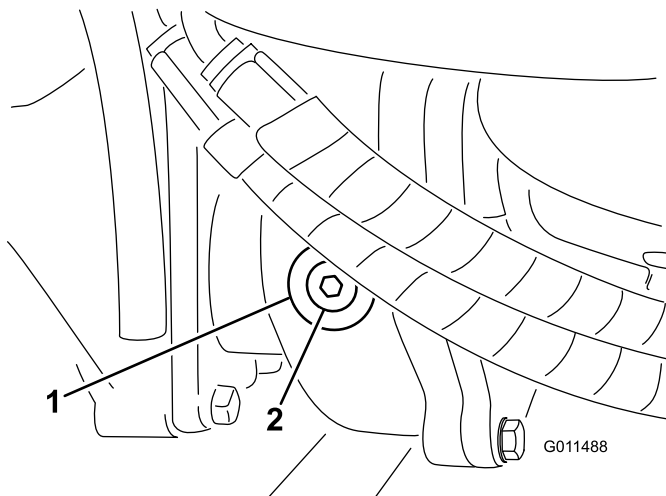

Figura 16
2. Retire o tampão de verificação/enchimento que se encontra na zona esquerda da caixa de engrenagens (Figura 16) e certifique-se de que existe lubrificante até ao fundo do orifício. Se o nível estiver baixo, junte lubrificante suficiente para o nível subir até ao fundo do orifício.